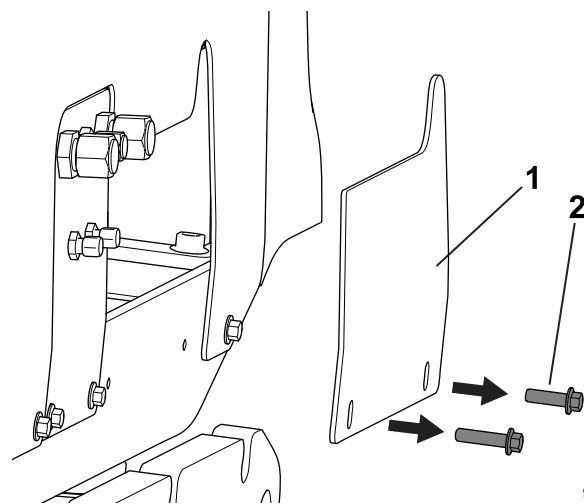

図 3
6. 図 3に示すように、機体後部についている既存のカバープレートを外す。